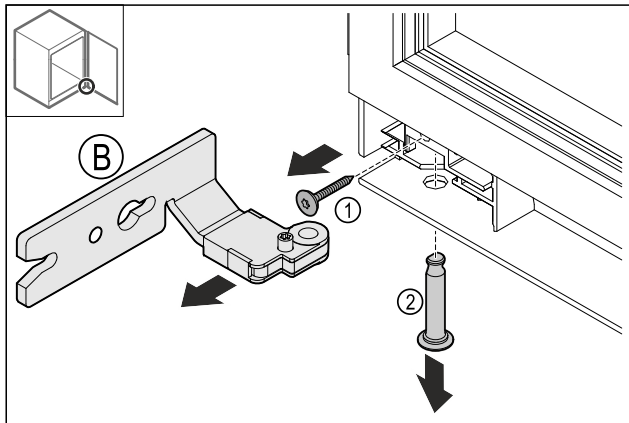

Fig. 17
- ▶ Wyciągnąć sworznie Fig. 17 (2).
- ▶ Usunąć zawiasy Fig. 17 (B).
- ▶ Wyciągnąć śrubę Fig. 17 (1).